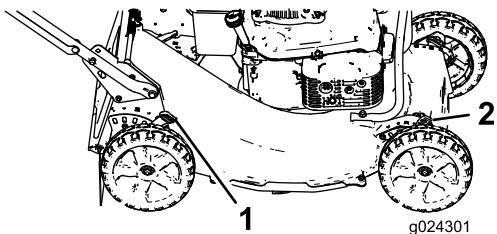

Figura 13
1. Puxe a alavanca da altura de corte em direção à roda (Figura 13) e desloque para a definição pretendida.